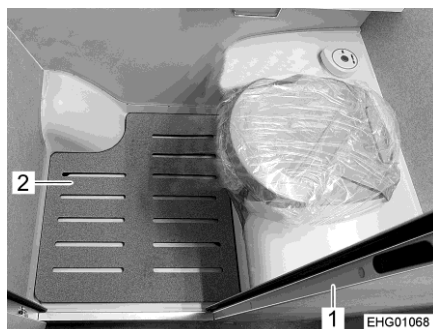

Fig. 107 Vano WC
- ▷ Durante il viaggio chiudere la porta con lamelle (Fig. 107,1). Se la porta con lamelle viene lasciata aperta può causare rumore.
- Prima della doccia, rimuovere l'inserto piatto doccia (Fig. 107,2) dalla doccia.